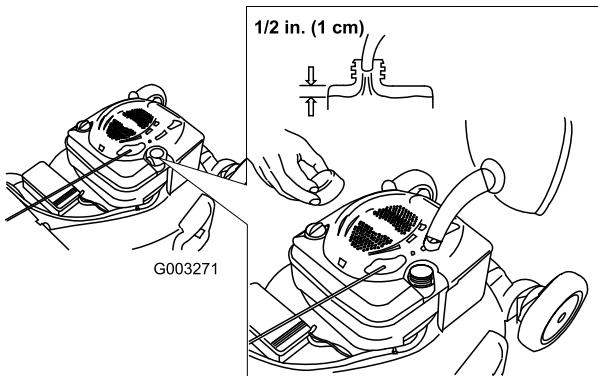

Figura 9
- Pulite l'area intorno al tappo del serbatoio del carburante e togliete il tappo (Figura 9).